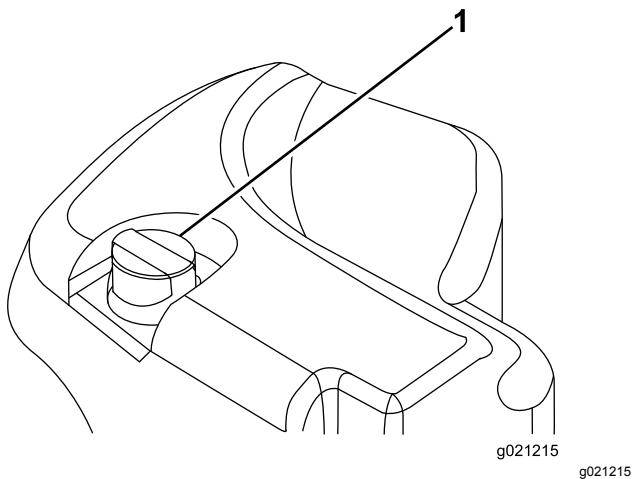

Bild 14
2. Reinigen Sie den Bereich um den Einfüllstutzen und den Deckel des Hydraulikölbehälters (Bild 14).